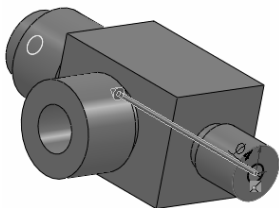

图 7-60 “切除-拉伸”属性管理器
(10) 绘制圆。单击“草图”工具栏中的 (圆) 按钮, 或选择菜单栏中的“工具”→“草图绘制实体”→“圆”命令, 以坐标原点为圆心绘制一个圆, 作为拉伸切除孔的草图轮廓。
(11) 标注圆的尺寸。单击“尺寸/几何关系”工具栏中的 (智能尺寸) 按钮, 或选择菜单栏中的“工具”→“标注尺寸”→“智能尺寸”命令, 标注圆的直径尺寸为 4 mm。
(12) 创建直径为 4 mm 的孔。单击“特征”工具栏中的 (拉伸切除) 按钮, 或选择菜单栏中的“插入”→“凸台/基体”→“切除”命令, 系统弹出“切除-拉伸”属性管理器; 设定拉伸终止条件为“完全贯穿”, 其他选项保持系统默认设置, 如图 7-60 所示, 单击 (确定) 按钮, 生成直径为 4 mm 的孔。